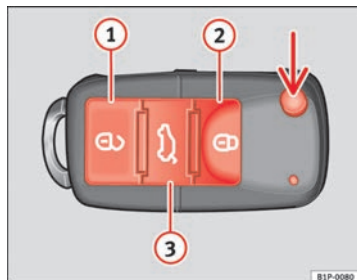

Fig. 43 Tasti della chiave con telecomando
Con il tasto $\Rightarrow$ fig. 43 (freccia) del telecomando, si sblocca lo scatto della chiave.
Sblocco del veicolo $\Rightarrow$ fig. 43 ①.
Tasto di chiusura $\Rightarrow$ fig. 43 ②.
Sblocco del portellone posteriore. Tenere premuto il tasto $\Rightarrow$ fig. 43 ③ fino a quando lampeggiano brevemente tutti gli indicatori di direzione. Dopo aver premuto il tasto di sblocco $\Rightarrow$ ③, si hanno 2 minuti per aprire il portellone. Una volta trascorso questo periodo si blocca di nuovo.
- Premere il tasto ② ⇒ pag. 81, fig. 43 del telecomando.
- Premere il tasto ① ⇒ pag. 81, fig. 43 del telecomando.